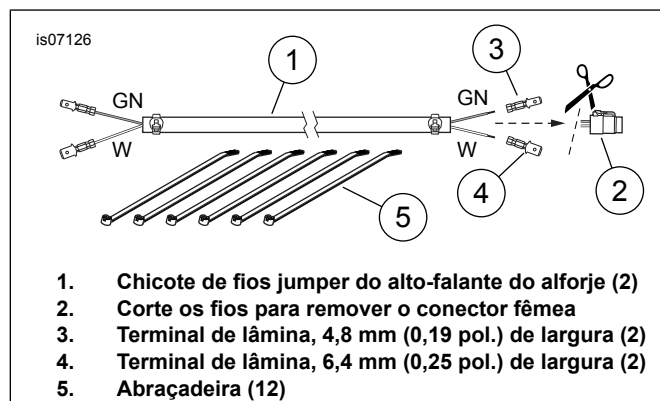

Figura 6. Chicote de fios, alto-falante do alforje até o amplificador montado na traseira
Veja Figura 6. Também serão necessários dois terminais de lâmina de 4,8 mm (0.19 in) (item 3, peça N.º 72438-06), dois